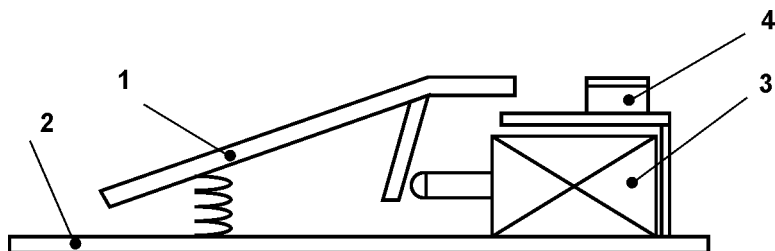

Рис. 8. Педаль с пневмоцилиндром сжатия
22. Педаль (п.10, рис.8)
32. S11 - переключатель «автомат» - «одиночный цикл» (п.32, рис.8)
18. Нажать на педаль (рис.8). происходит склеивание пакета цилиндром (п.22, рис.2) в одиночном цикле (клавиша п.32, рис.8). При переключении клавиши в другое положение аппарат работает в режиме «автомат».